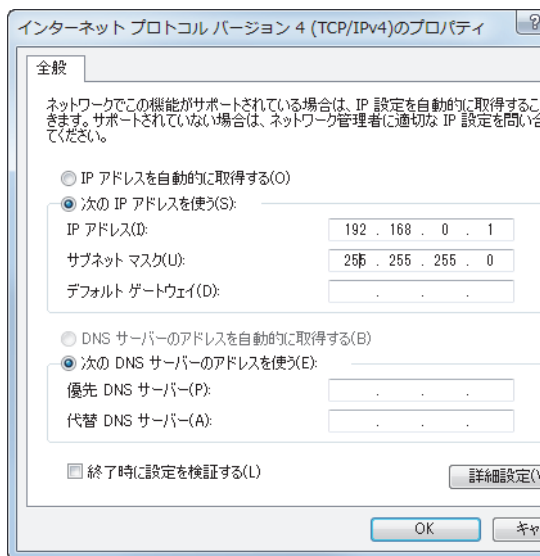

図 7-23 インターネットプロトコルバージョン 4 (TCP/IPv4) プロパティダイアログボックス (Windows 7)
7. **インターネットのプロトコル (TCP/IP) のプロパティ**ダイアログボックスで、**次の IP アドレス**を使うを選択します (235 ページの図 7-23 参照)。